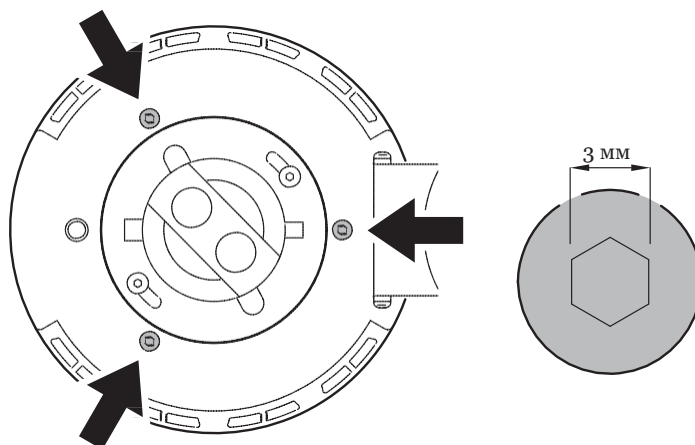

Рисунок 3. Винты регулировки лампы
5. См. рисунок 3. Поворачивайте три трехмиллиметровых установочных винта (со стрелками) в нужную сторону для получения наиболее равномерного луча.